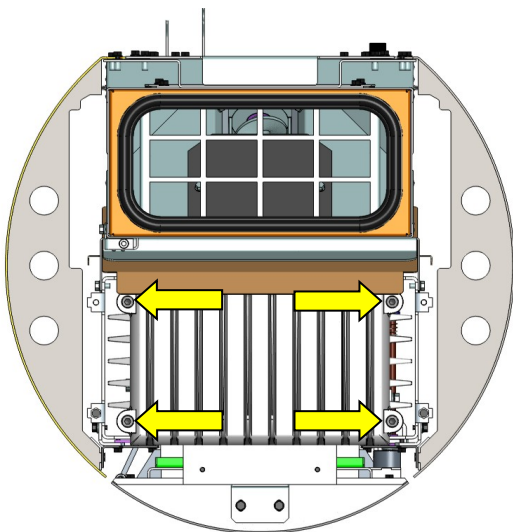

Abb. 55: Ausbau Gussdeckel soleo.nrg
- Die vier Befestigungsschrauben des Gussdeckels herausdrehen und den Deckel nach oben entnehmen (Abb. 55).